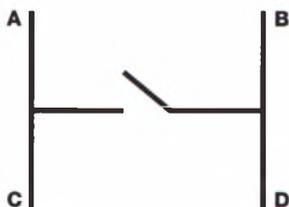

РИСУНОК 17.4
4. Установите две кнопки на макетную плату, с контактами А и В с одной стороны от канавки, и контактами D и С с другой, следуя схеме, показанной на рис. 17.4.